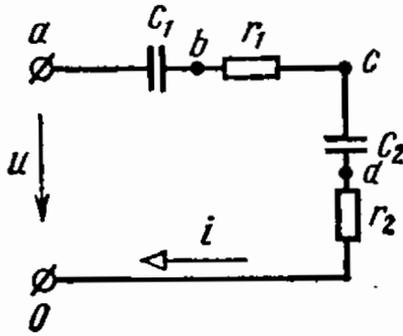

Рис. 3.28
3.28. Найти напряжения и мощности первого и второго участков схемы рис. 3.28 и построить топографическую диаграмму для нее, если $r_1 = 10$ Ом, $r_2 = 30$ Ом, $C_1 = 150$ мкФ, $C_2 = 350$ мкФ и ток $I = 4,4$ А, $f = 50$ Гц.